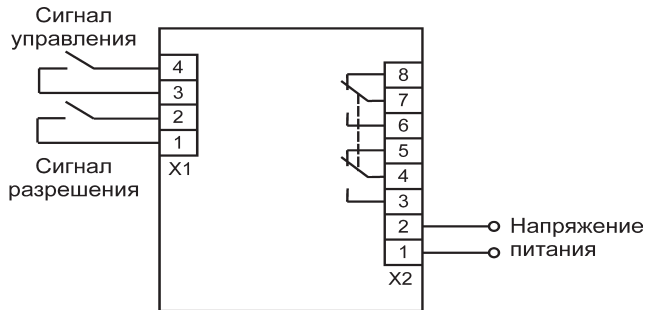

Рис. 6.3
Электрические соединения реле с другими элементами системы автоматического управления осуществляются с помощью клеммных соединителей. Схема подключения реле приведена на рис. 6.3.
1. Подключить к реле напряжение питания, согласно схеме, приведённой на рис. 6.3.